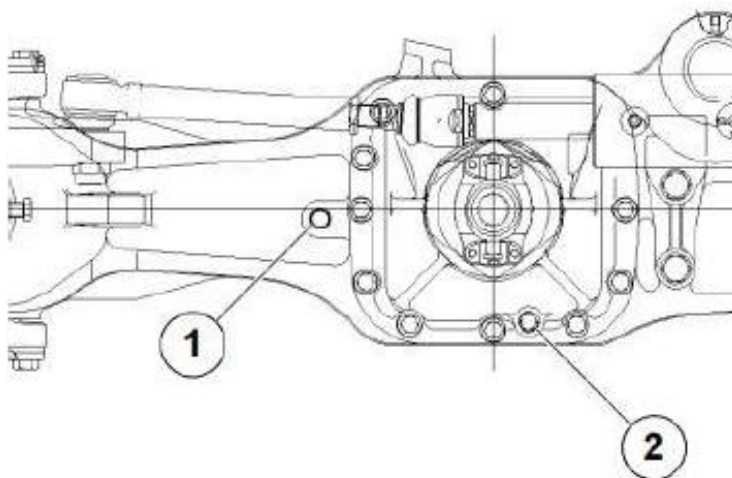

Рисунок 5.29 Сливное отверстие переднего моста
- ▶ Снимите пробку и крышку заливной горловины см. рис.5.29
- ▶ Поместите соответствующую емкость под сливную пробку см. рис. 5.29.